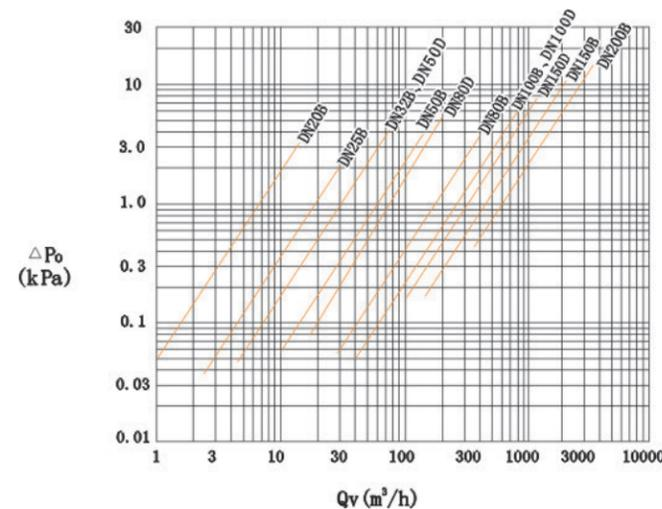

图 10 流量压损对应曲线
5.7.1 在标准状态下，当介质为干空气时，各规格流量计的压力损失  $\Delta P_0$  可按图 10 查出（最大值见表 1）。